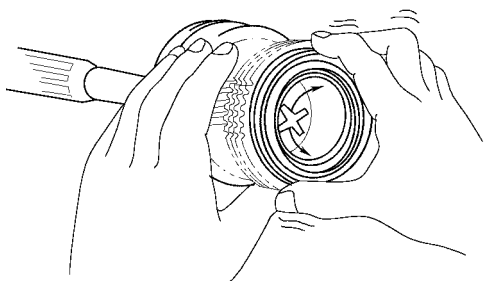

图 10-8 旋转同步环并向内推
- (1) 旋转同步环并向内推，检查其制动作用，如图 10-8 所示。